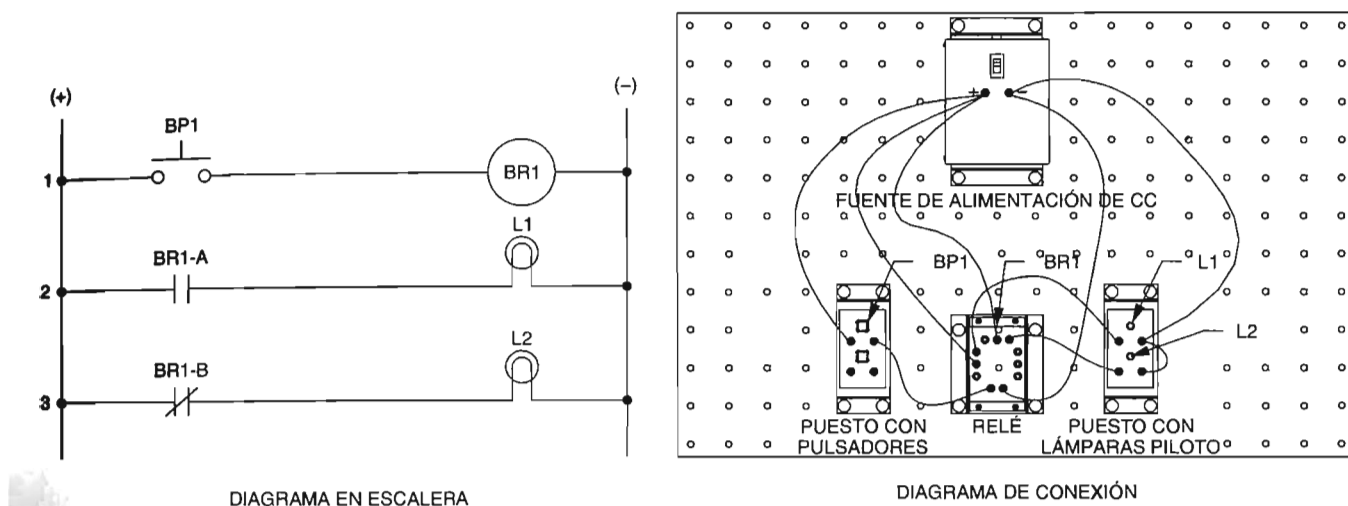

Figura 2-12. Evaluación de un diagrama en escalera utilizando relés de control Electromecánico.
- ☐ 20. Conecte el circuito mostrado en la figura 2-12.
- ☐ 22. Libere el botón pulsador BP1. ¿Qué le sucede a la lámpara piloto L1 y L2? Explique la operación consultando el diagrama en escalera en la figura 2-12.